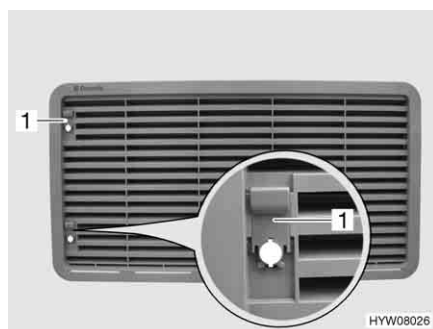

Fig. 141 Griglia di aerazione del frigorifero (con cursore)
- Spingere il cursore (Fig. 141,1) verso l'alto.